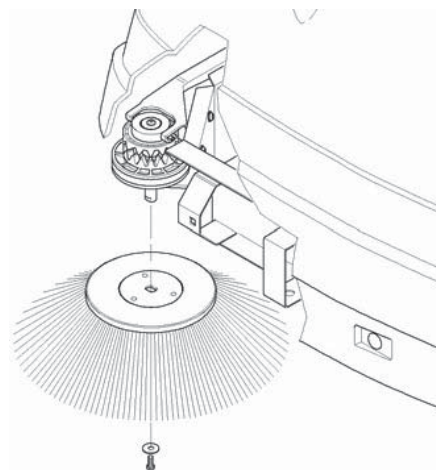

Fig. 2
- Placer la brosse sur l'arbre (Fig.2).